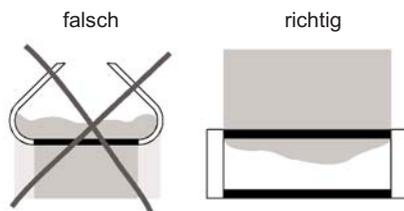

Abb. 1 Skizze Ziehrakeln
- Wenn bei einer Ziehrakel der Vorratsraum für das Anstrichmittel breiter ist als die ausgesparte Ziehbreite, so bilden sich Randstreifen unkontrollierbarer Dicke. Auf diesen sitzt die Führung der Rakel auf, und zu der gewünschten theoretischen Schichtdicke addiert sich ein unbekannter Wert. Bei ERICHSEN-Filmziehgeräten sind derartige Fehler ausgeschlossen (siehe Abb. 1).